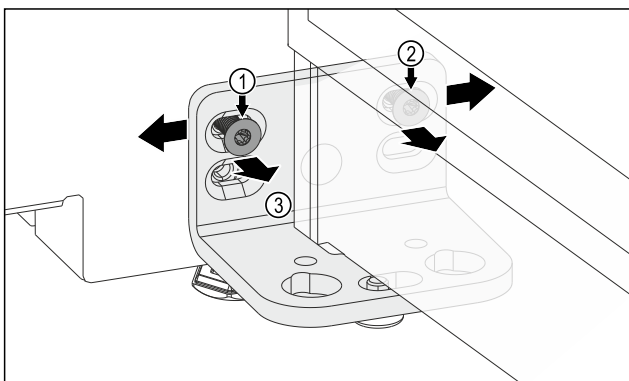

Fig. 12
- ▶ Schraube Fig. 12 (1) und Schraube Fig. 12 (2) lösen. Für Schraube Fig. 12 (2) brauchen Sie einen kurzen Winkel-schraubendreher.
- ▶ Tür mit Scharnierwinkel Fig. 12 (3) nach links verschieben.
- ▶ Tür mit Scharnierwinkel Fig. 12 (3) nach rechts verschieben.
- ▶ Endposition der Tür ist erreicht: Schraube Fig. 12 (1) und Schraube Fig. 12 (2) festschrauben.